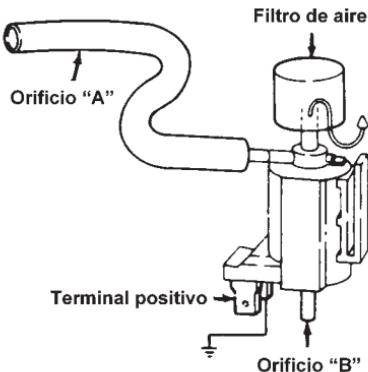

FIGURA 12. Solenoide de vacío típico
- Desconecte los conectores de vacío y eléctricos del solenoide. Conecte la bomba al orificio "B" y trate de aplicar vacío con la bomba. El vacío debe romperse por el orificio "A" (FIGURA 12).